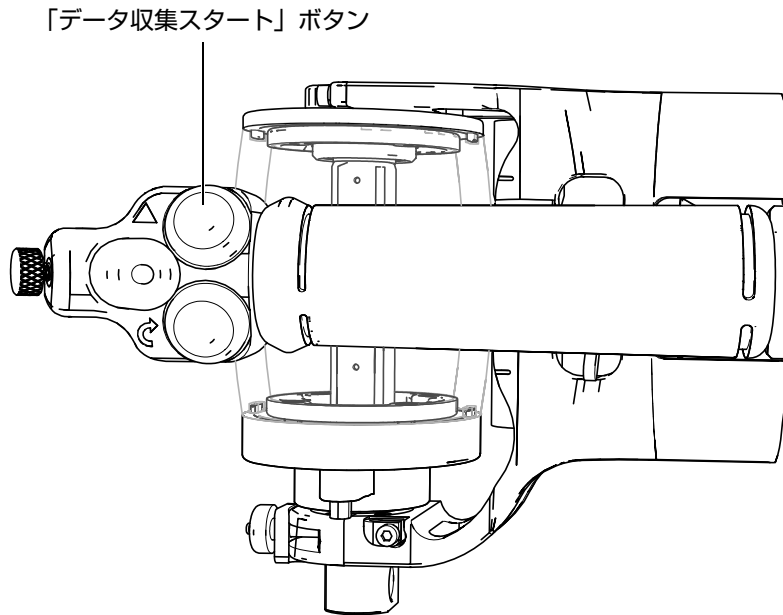

図 5-5 「データ収集スタート」ボタン位置
8. RollerFORM のハンドルの頂部にある「データ収集スタート」ボタンを押します (74 ページの図 5-5)。